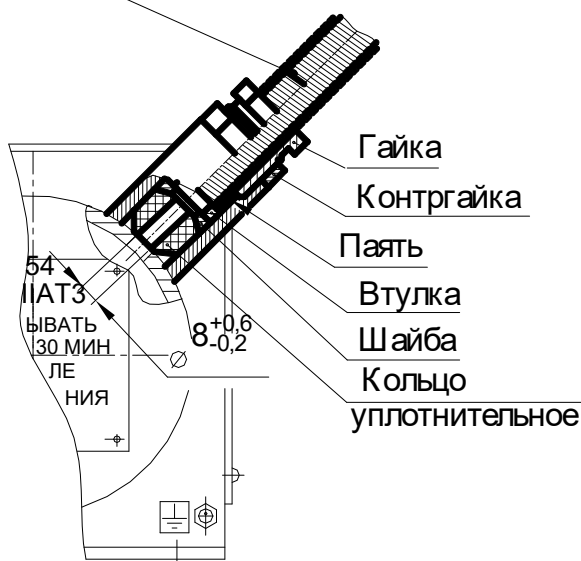

Рис. 2
5.9. Взрывонепроницаемость ввода кабеля достигается путем уплотнения эластичным резиновым кольцом. Допустимый размер кольца показан на рис. 2.
6.1.5. Уплотнение кабеля должно быть выполнено по рис. 2 самым тщательным образом, т. к. от этого зависит взрывонепроницаемость вводного устройства.